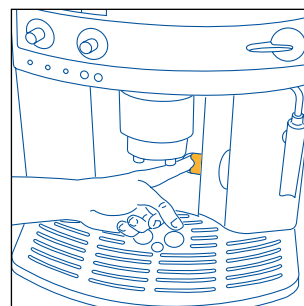
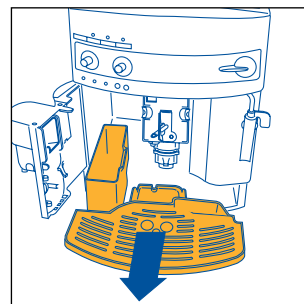

Fig. 15
Fig. 16
OPMERKING 7: het apparaat telt de hoeveelheid gezette kopjes koffie. Na elke 14 gewone kopjes (of 7 dubbele), brandt het controlelampje ⚡ continu hoofdstuk (12 – punt 3) om aan te geven dat het bakje voor koffiedik vol is. Maak het bakje leeg en reinig het. Zolang het bakje voor koffiedik niet wordt gereinigd, blijft het controlelampje branden en kan geen koffie worden gezet. Voor de reiniging, open het dienstluikje vooraan door aan het handvat te trekken (fig. 15); het controlelampje ⚡ knippert (zie par. 12 punt 9); verwijder nu het druijbakje (fig. 16), ledig en reinig het. Maak het bakje voor koffiedik leeg en reinig het, door alle restjes die zich op de bodem hebben afgezet zorgvuldig te verwijderen. Droog ook eventuele druppels condensvocht af aan de binnenkant van het apparaat en onder het druijbakje.
- open het dienstluikje (fig. 15);
- verwijder het druiptbakje en het bakje voor koffiedik (fig. 16) en was deze;